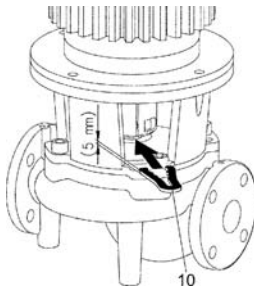

Fig. 19: Montāžas dakšas pielikšana
- Starp starpkorpasa un savienojuma elementu iebīdīet montāžas dakši (Fig. 19, 10. poz.). Montāžas dakšai jābūt stabili nofiksētai.
- Starp starpkorpusu un savienojuma elementu iebīdiēt montāžas dakšu (Fig. 19, 10. poz.). Montāžas dakšai jābūt stabili nofiksētai.